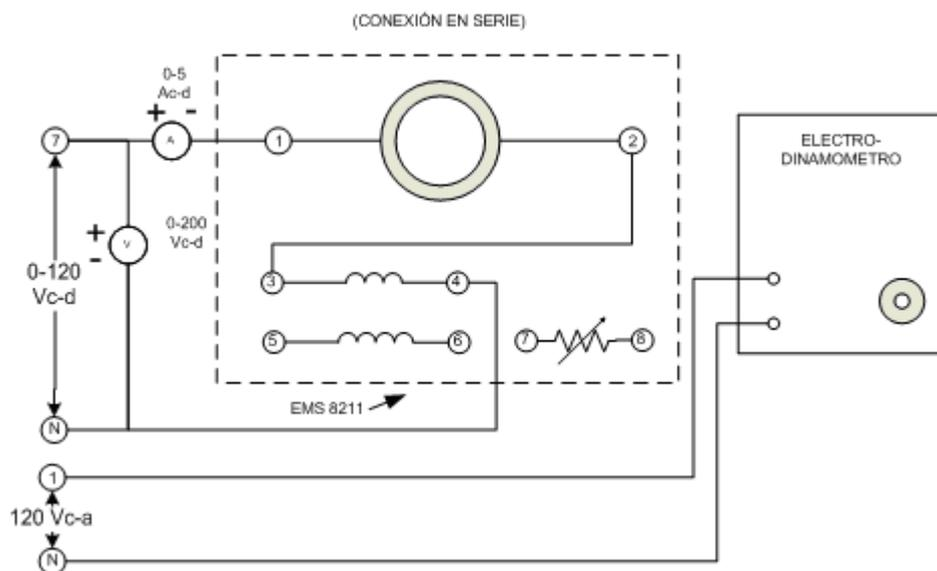

Figura 1.
1.- Conecte el circuito que aparece en la figura 1, utilizando los módulos de fuente de alimentación, motor/generador de CD, medición de CD y electrodinamómetro.